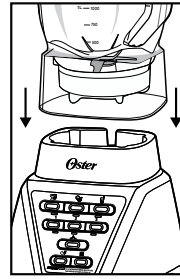

Fig. 18
- Voltee el vaso y colóquelo sobre la base (Fig. 18).